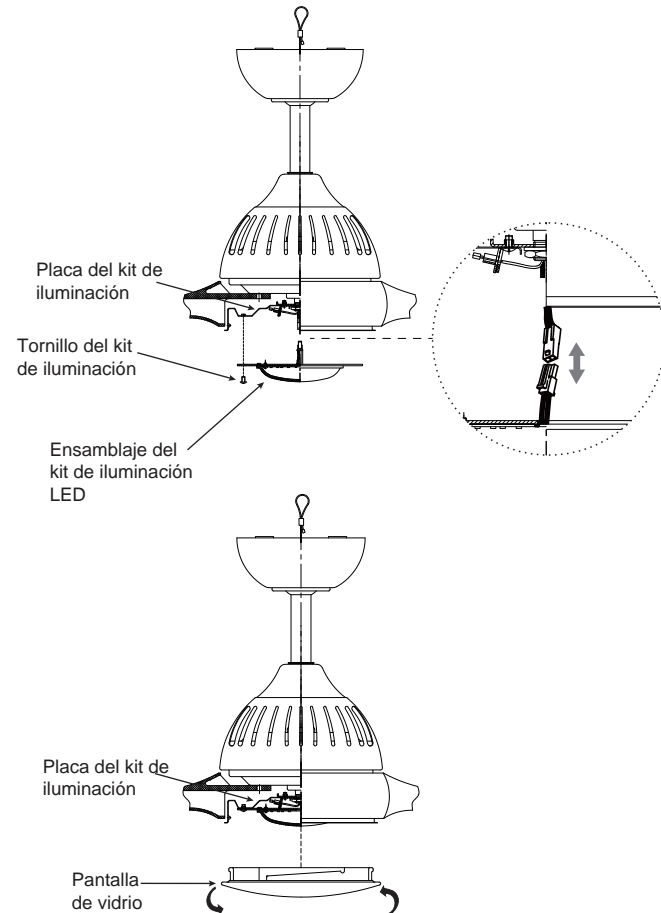

Fig. 17
Paso 1. Mientras sostiene el ensamblaje de LED por debajo del ventilador de techo, acople los conectores con firmeza entre sí. (Fig.17)
Paso 2. Coloque el ensamblaje del kit de iluminación LED en la placa del kit de iluminación y asegúrese de que los orificios de los tornillos estén bien alineados (Fig. 17)
Paso 3. Asegure el ensamblaje del kit de iluminación LED volviendo a colocar los tres tornillos retirados previamente. Ajuste bien todos los tornillos. (Fig. 17)
Paso 4. Acople la pantalla de vidrio a la placa del kit de iluminación haciéndola girar con fuerza (Fig. 17).